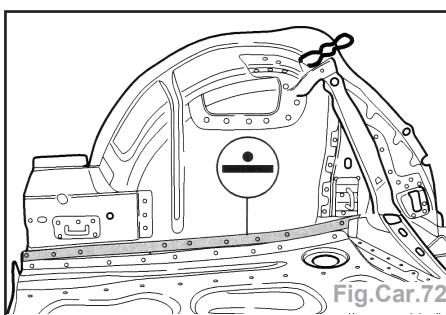

Fig.Car.72
- Souder le passage de roue par soudure ponctuelle (Fig.Car.72).